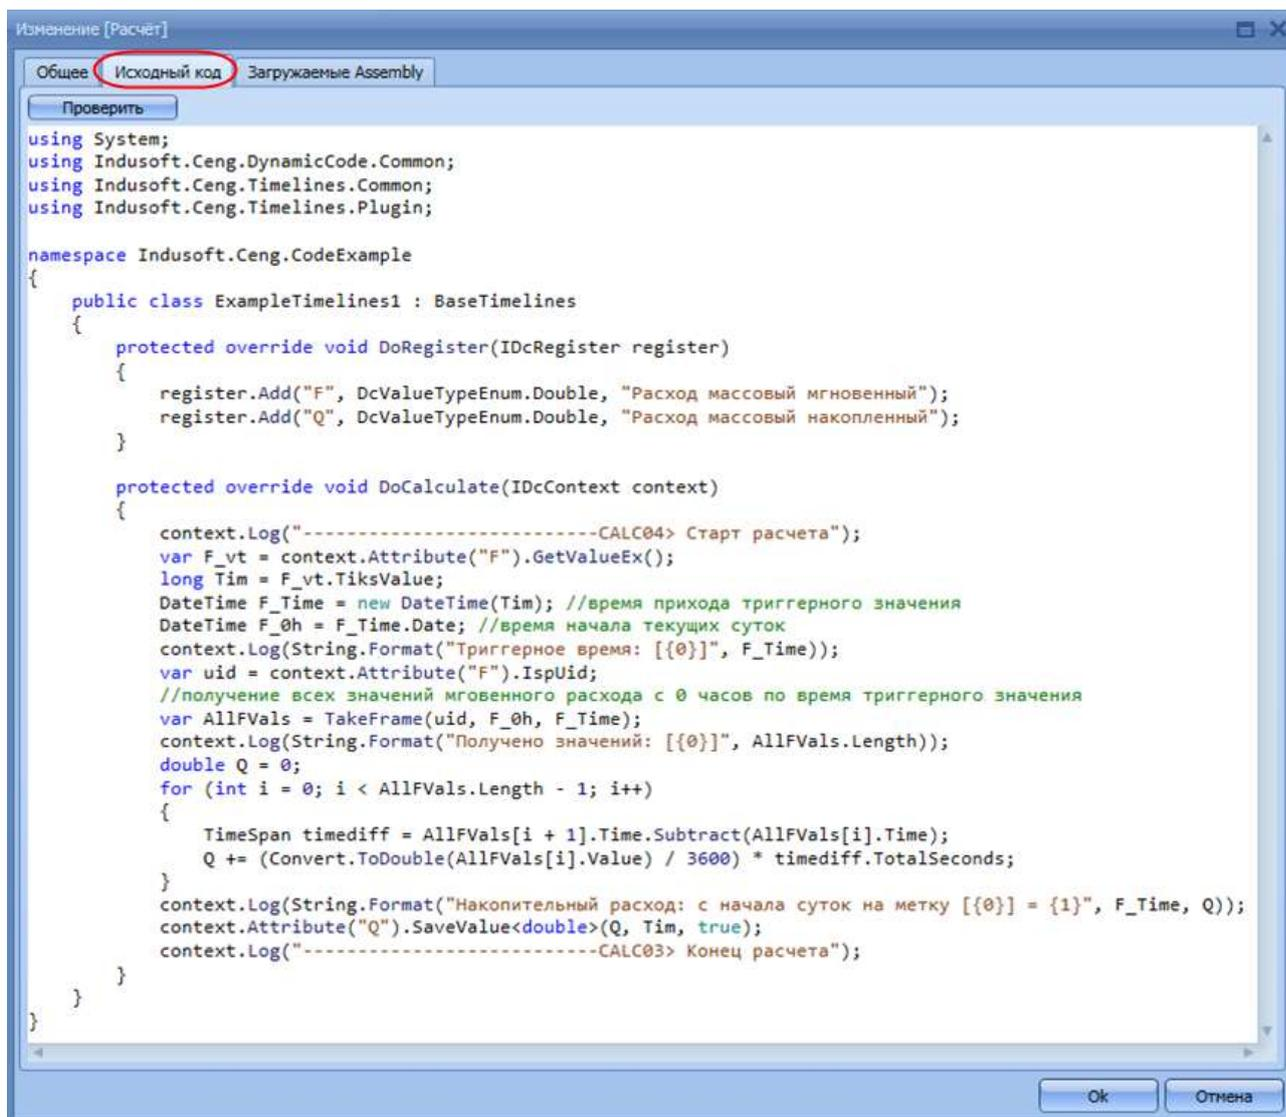

Рис. 5.11 Закладка Исходный код
2. На закладке **Исходный код** располагается готовая **dll**, Рис. 5.11.